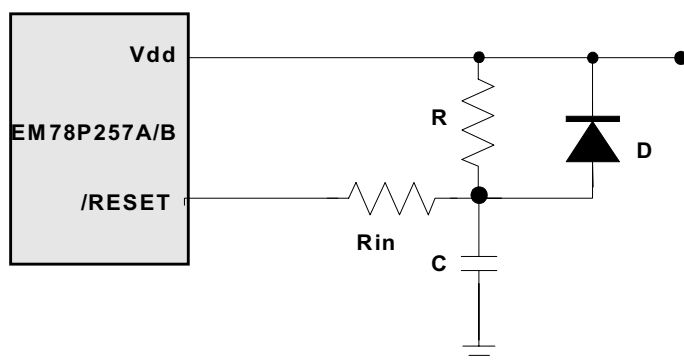

图 18 扩展上电复位电路
图 18 中的电路用外部 RC 产生一个复位脉冲。脉冲的宽度 (时间常数) 应保持足够长的时间以使电源达到最小的操作电压。该电路应用在电源电压上升比较慢的情况下。因为 /RESET 脚的漏电流大约在 $\pm 5 \mu A$ ，所以建议 R 应小于 40K。按照这种方法，在 /RESET 脚上的电压将在 0.2V 之下。二极管 (D) 在掉电时作为短路电路。电容 C 将快速彻底的放电。Rin，限流电阻，防止大电流放电或 ESD (静电放电) 对 /RESET 脚的冲击。